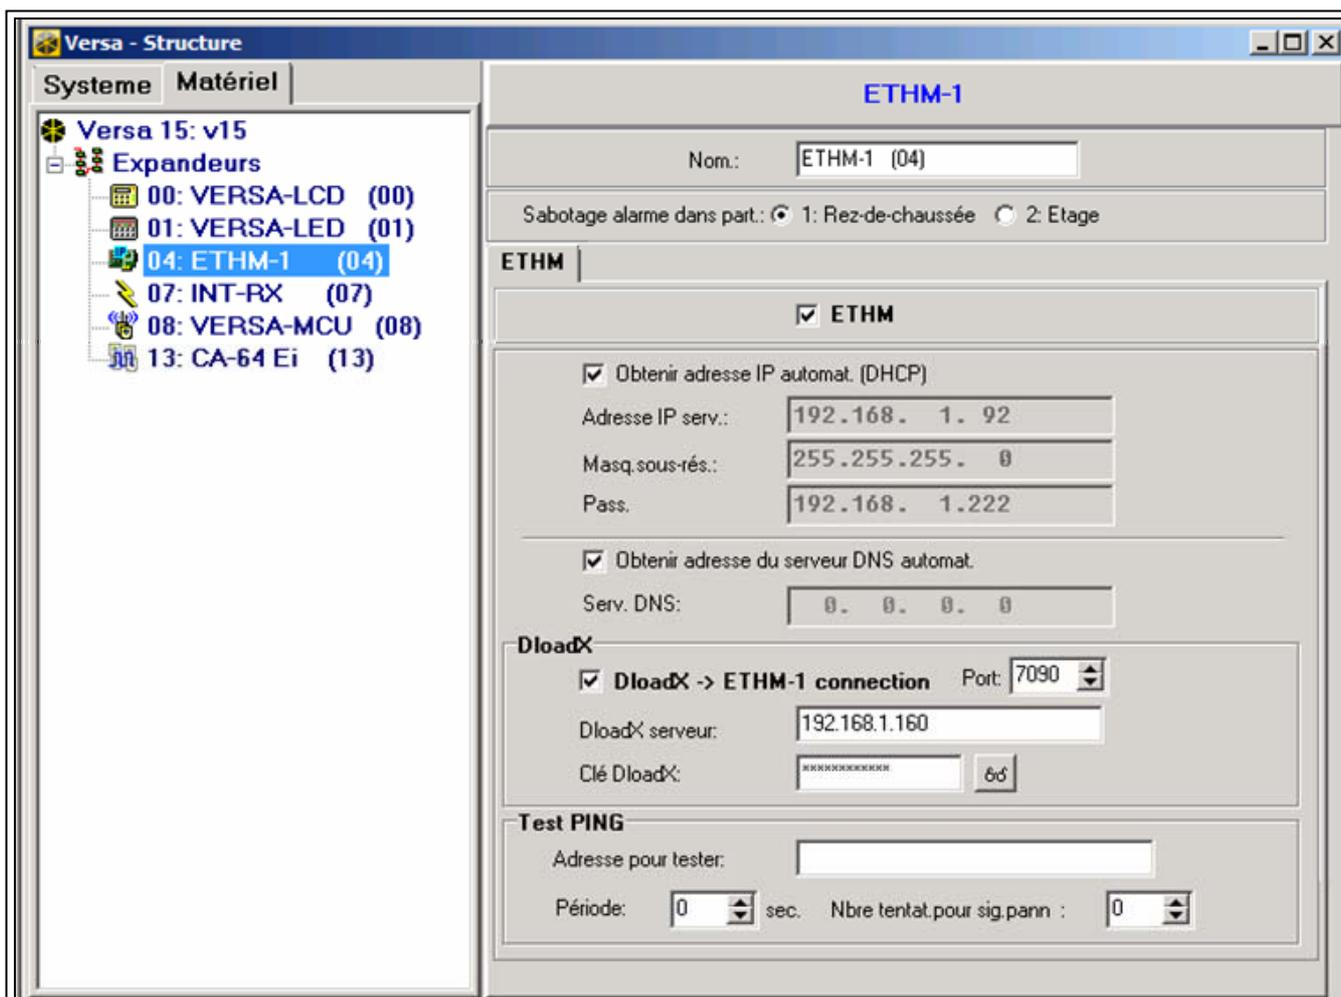

Fig. 5. Logiciel DLOADX : réglages du module ETHM-1 connecté à la centrale VERSA.
- logiciel DLOADX : →fenêtre « Versa – Structure » →onglet « Matériel » →[cliquer sur le modules dans la liste de dispositifs] (voir : fig. 5).